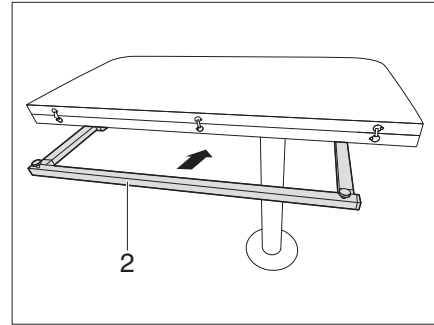

Bild 107 Klappstischunterbau einschieben
- Tischunterbau (Bild 107,2) einschieben.